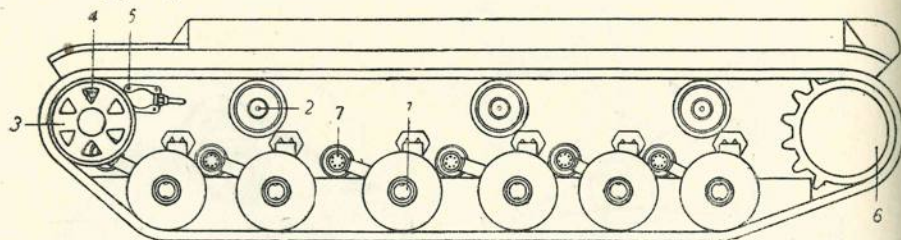

Рис. 41. Схема расположения точек смазки ходовой части танка:
2. Смазывать всю ходовую часть (рис. 41) в соответствии со сроками, указанными в таблице смазки (см. приложение в конце книги).